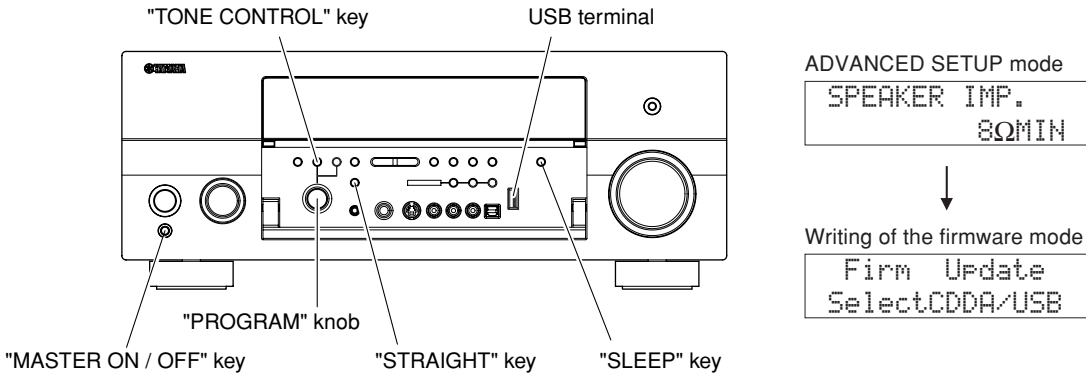

Fig. 15
4. Press the "MASTER ON/OFF" key of the main unit while simultaneously pressing the "STRAIGHT" key of the main unit. Then the ADVANCED SETUP mode is activated. (Fig. 15)
4. 本機の"STRAIGHT"キーを押しながら、"MASTER ON/OFF"キーを押し、アドバンスドセットアップを起動します。(Fig. 15)
5. Press and hold the "SLEEP" key of the main unit for about 3 seconds. (Fig. 15)
Writing of the firmware is started. (Fig. 15)
7. Press the "SLEEP" key of the main unit. (Fig. 15)
8. Insert the USB flash memory to the USB terminal of the main unit. (Fig. 15)
5. 本機の"SLEEP"キーを約3秒間押し続けます。(Fig. 15)
ファームウェアの書き込みが起動します。(Fig. 15)
7. 本機の"SLEEP"キーを押します。(Fig. 15)
8. 本機のUSB端子にUSBフラッシュメモリーを差し込みます。(Fig. 15)